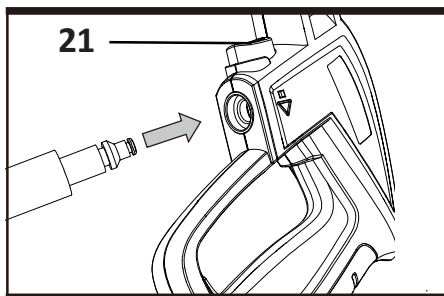

Рис. E2
21. Кнопка отсоединения шланга высокого давления (см. рис. E2)
2. Подсоедините один конец шланга высокого давления к пистолету-распылителю. Шланг можно отсоединить от пистолета, нажав на соответствующую кнопку (см. рис. E2).